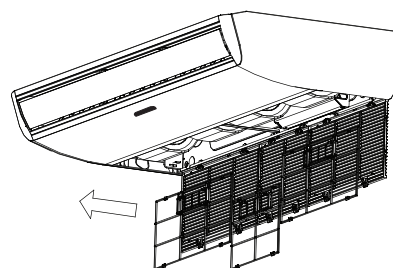

Fig.6-3
- Sacar directamente el filtro de aire de la entrada de aire como se indica en la Fig. 6-3.
- Reinstalar el filtro de aire en el orden inverso a la Fig. 6-3.